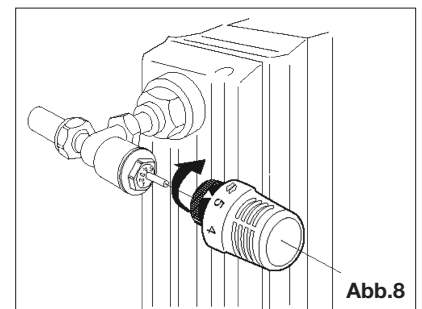

Abb.8
- 3) Den Thermostatkopf in Stellung „ganz offen“ (**Pos. 5**) und mit dem Einstellpfeil gut sichtbar (**Abb. 8**) auf das Ventilunterteil aufsetzen;